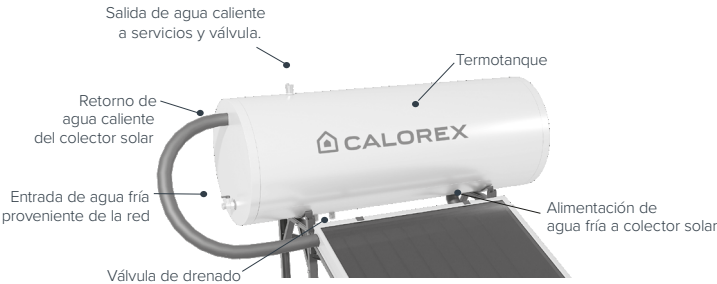

FIG. 3
PASO 1. El termotanque está diseñado para colocarse en forma horizontal sobre una base metálica, conforme a la Fig. 3.
PASO 3. Asegúrese que la válvula de drenado y la salida de agua fría al colector solar queden afuera de los soportes de la base (termotanque centrado). **Ver Fig. 3**